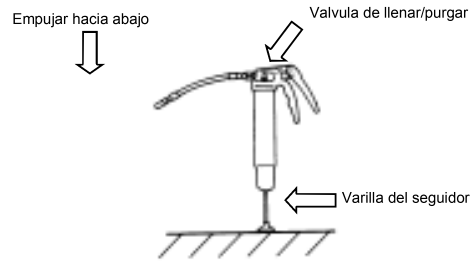

Fig 5
- 3) Apoye la manija de la varilla del seguidor sobre una superficie plana, empuje el engrasador con firmeza (fig 5). Saldrá un poco de grasa antes de que se purgue el aire.